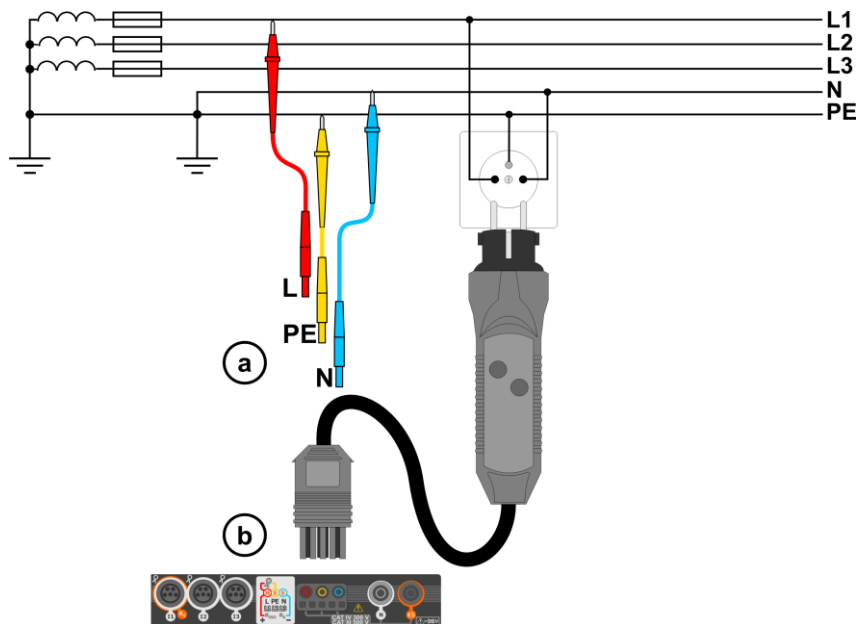

Fig. 3.1 Medición en el circuito L-PE
- ① Conectar los cables de medición según la Fig. 3.1 o Fig. 3.2.